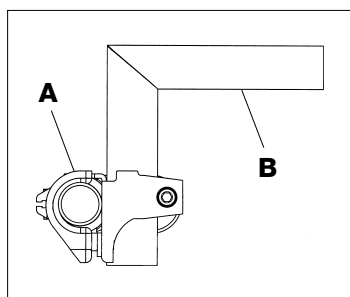

Bild 1
2. An dieser Position wird nun die Klemme "A" and der Halter "B" angebracht, wie in Bild 1 gezeigt.